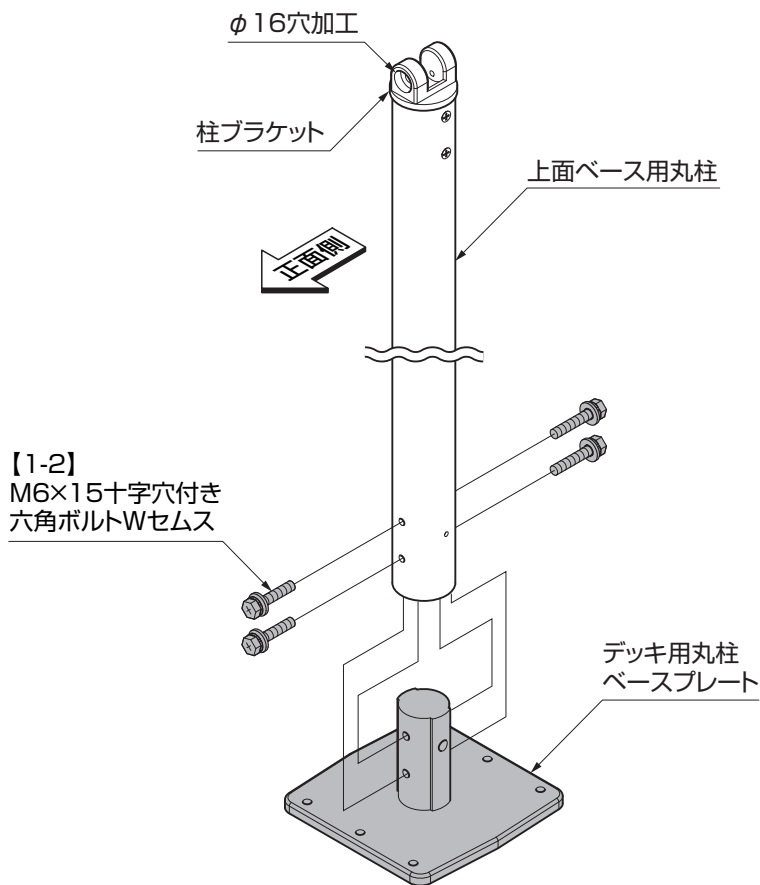

図2-4
- ② 上面ベース用丸柱をデッキ用丸柱ベースプレートに差し込み【1-2】で固定してください。このとき、正面側に柱ブラケットのφ16穴加工が向くようにしてください。(図2-4参照)